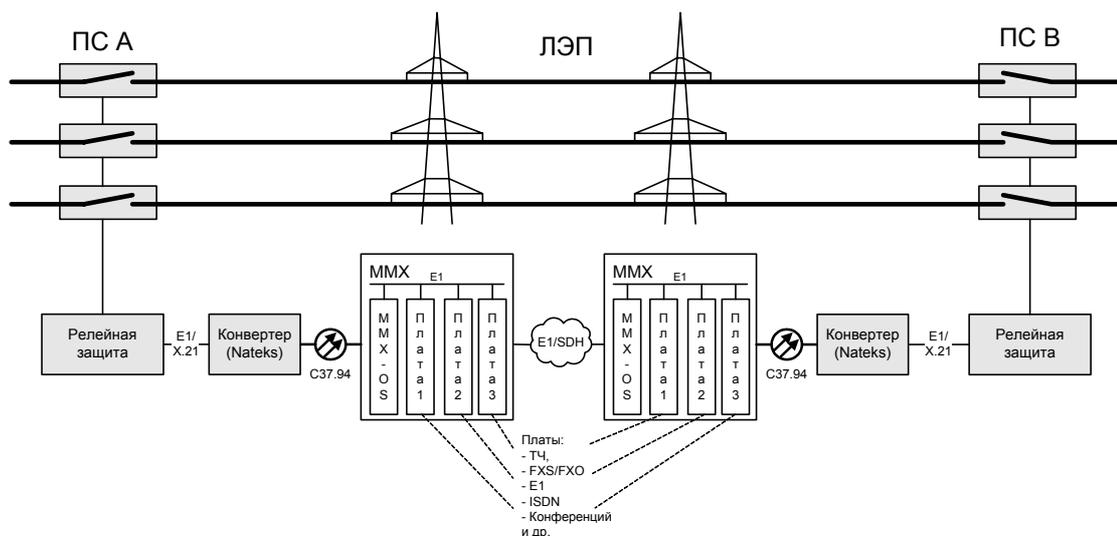

Рис. 2.1. Преобразователь находится на подстанции и преобразует сигналы X.21 или E1 от оборудования РЗ в стандартный оптический интерфейс C37.94:
- для подключения к аппаратуре гибкого мультиплексора Nateks MMX устройств релейной защиты не имеющих оптического интерфейса C37.94 (типовая схема на Рис. 2.1);